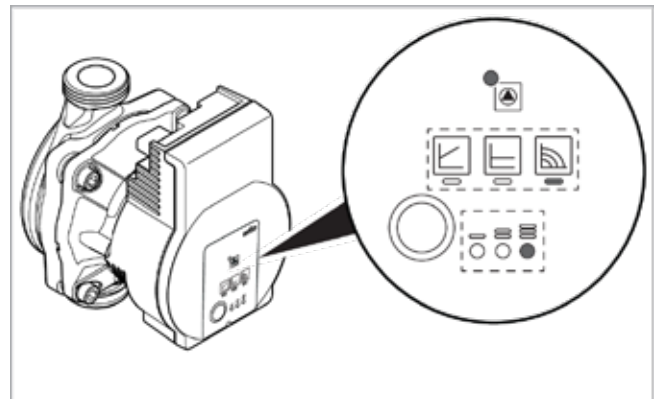

Abb. 122: Grundeinstellung (Konstant-Drehzahl, Kennlinie III)
** Mit dem 9. Tastendruck ist die Grundeinstellung (Konstant-Drehzahl / Kennlinie III, vgl. → Abb. 122) wieder erreicht.